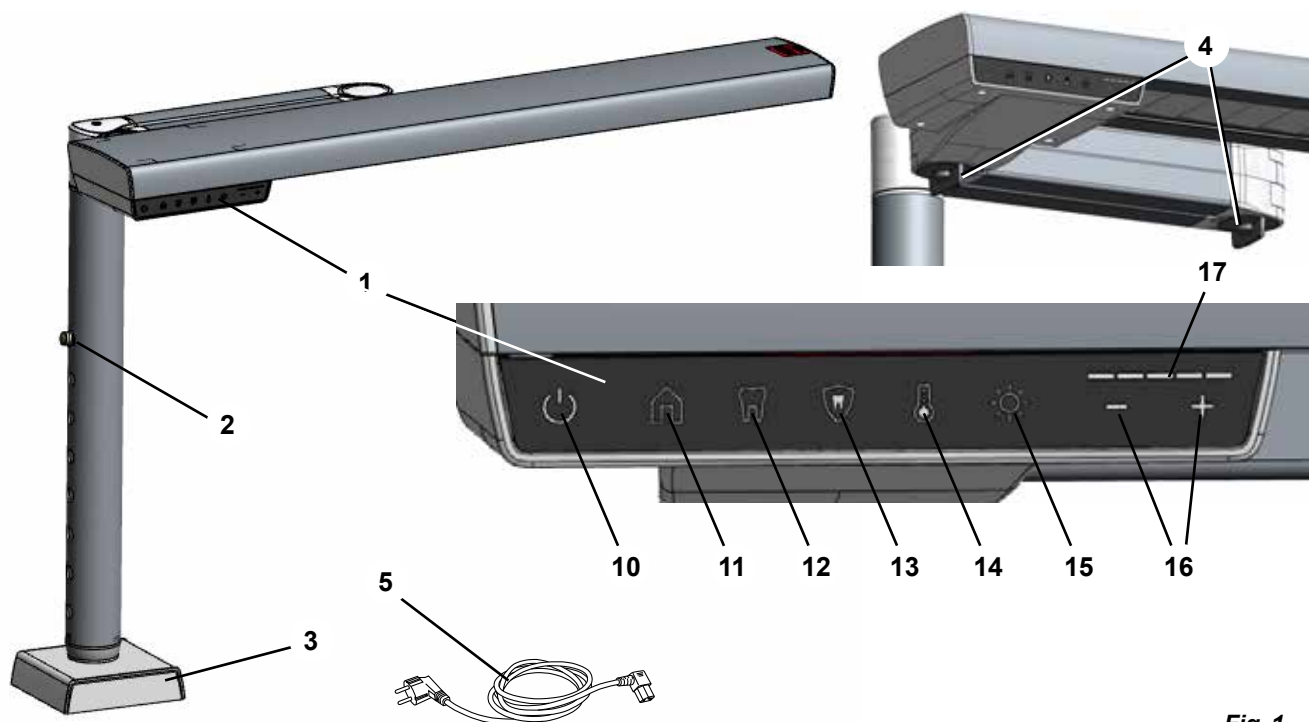

Fig. 1
- ⇒ Нажмите фиксатор регулировки по высоте (2, рис. 1) и вытяните внутреннюю трубку за цоколь до максимального положения.
i Чтобы определить подходящее место крепления, отпустите фиксатор шарнира (4, рис. 1) и убедитесь, что светильник можно переместить в ранее описанное оптимальное положение (гл. 4.2.1).
- ♦ Включается подсветка кнопки яркости (15, рис. 1).